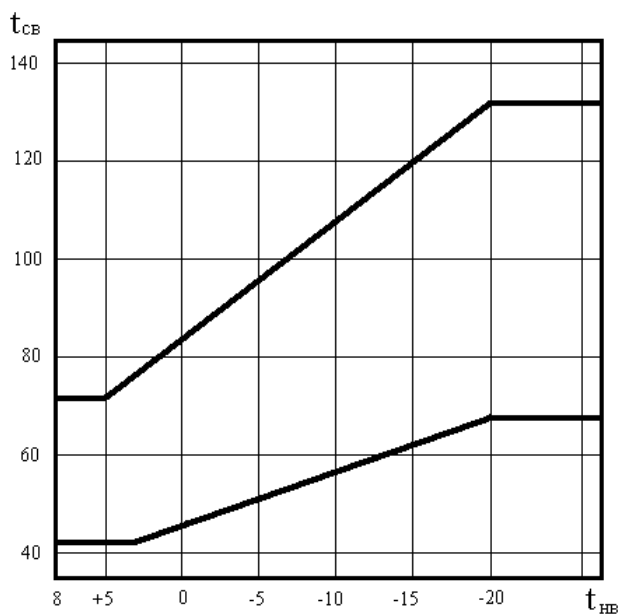

Figure 2 Рис. 2. Температурный график теплосети (для г. Москвы)
5. Температурный график теплосети представлен на рис. 2.